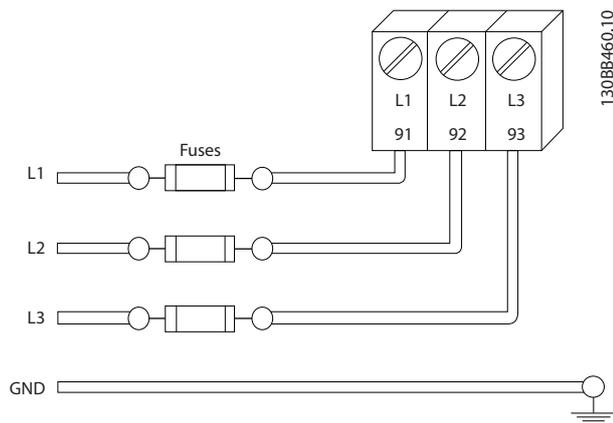

Рисунок 2.7 Преобразователь частоты Плавкие предохранители
- Все преобразователи частоты должны быть оборудованы системой защиты от короткого замыкания и перегрузки по току. Для реализации такой защиты следует использовать входные предохранители, см. Рисунок 2.7. Если они не устанавливаются производителем, их должен установить специалист во время монтажа. Максимальные номиналы предохранителей см. в 10.3 Таблицы плавких предохранителей.